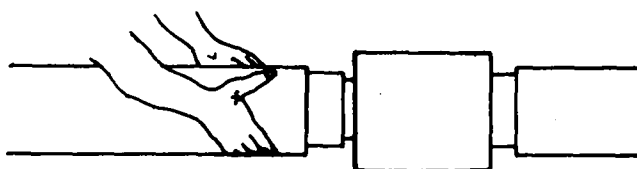

FIG. 10
12.º Passo — Apoie a ponta do tubo na luva, mantendo-o alinhado (fig. 10).